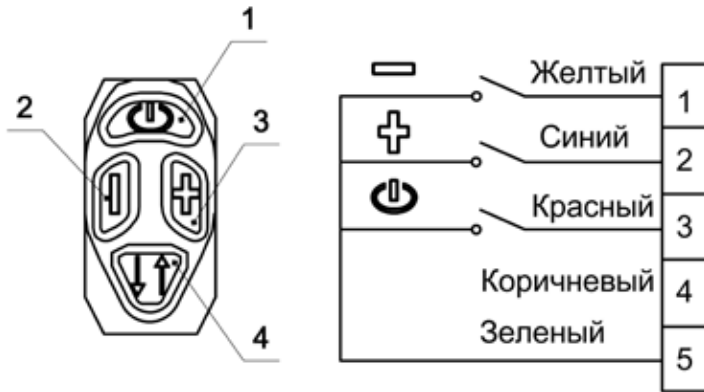

Рис. 8.2.1. Кнопки управления на сварочной горелке:
- 10. Микровыключатели (см. рис. 8.2.1)